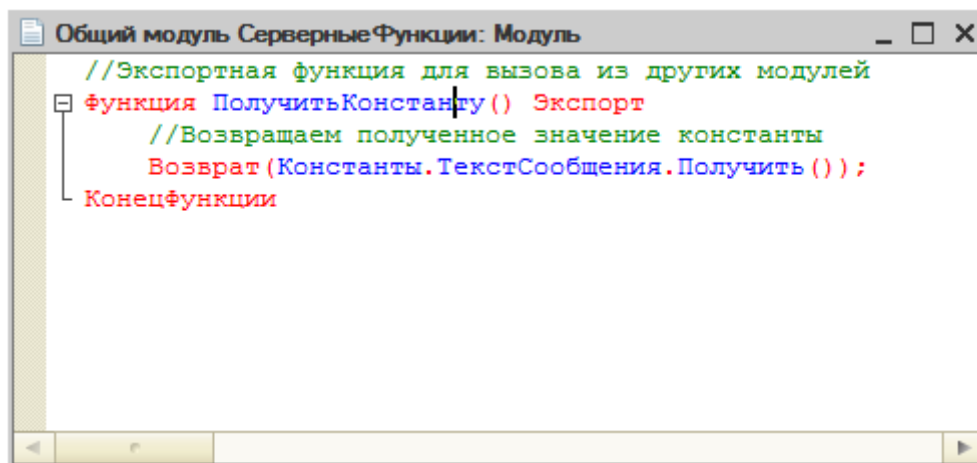

Рисунок 5.15- Общий модуль «СерверныеФункции», код
7.8 Откроем редактор кода для кода модуля (например, двойным щелчком по модулю в дереве конфигурации) и введем следующий код, Рисунок 5.15: